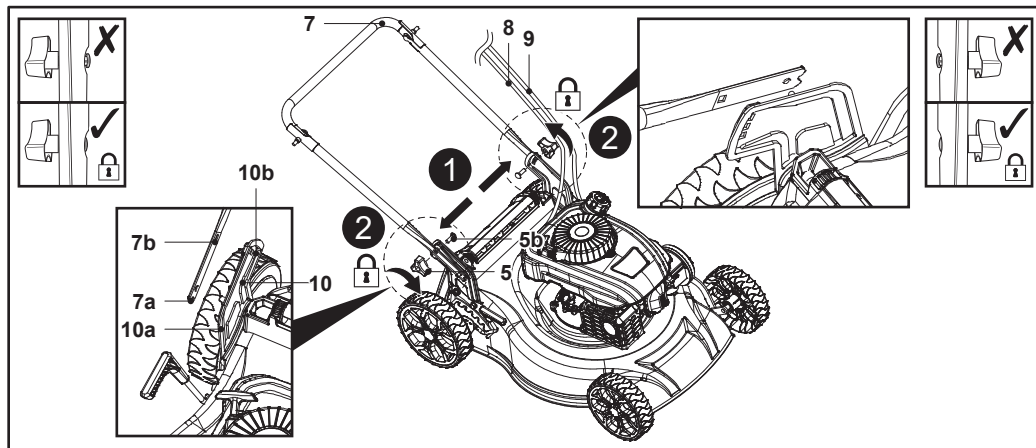

Fig. 1
2. Dévisser les deux boutons de verrouillage (5) dans le sens antihoraire du filetage des boulons de fixation (M8 x 23) (5b) pour les utiliser. Les conserver en lieu sûr pour éviter toute perte.
3. Aligner et engager les deux trous de montage (7a) du guidon inférieur (7) dans les ergots (10a) des deux supports de guidon (10), des deux côtés. Maintenir le guidon.
4. Aligner et faire passer un boulon de fixation (M8 x 23) (5b) dans l'un des trous de montage (10b, 7b) du support de guidon (10) et du guidon inférieur (7) jusqu'en butée, puis fixer le bouton de verrouillage (5) (Fig. 1, étape 1).
5. Fixer le guidon en vissant le bouton de verrouillage (5) dans le sens horaire sur le filetage du boulon de montage (M8 x 23) (5b) (Fig. 1, étape 2).
6. Répéter ces étapes de l'autre côté du guidon inférieur (7).
7. Vérifier que le câble de traction (8) et le câble de frein (9) se trouvent sur la partie supérieure du guidon inférieur (7).